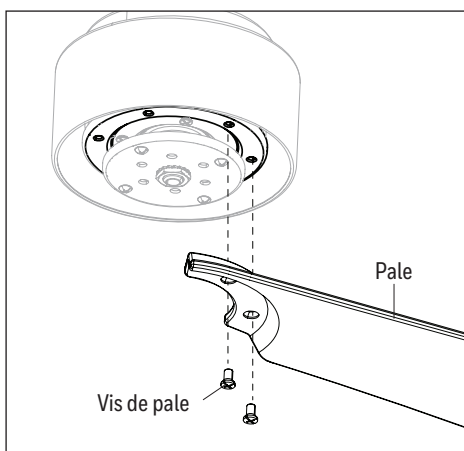

Figure 5.3
3. Alignez les deux vis de pale d'une des sur deux trous de vis de pale situés sur le inférieure de l'ensemble moteur. Fixez la pale à l'ensemble moteur à l'aide de deux vis de pale. Assurez-vous de fixer solidement chaque pale à l'ensemble moteur avant de passer à la suivante (Figure 5.3).